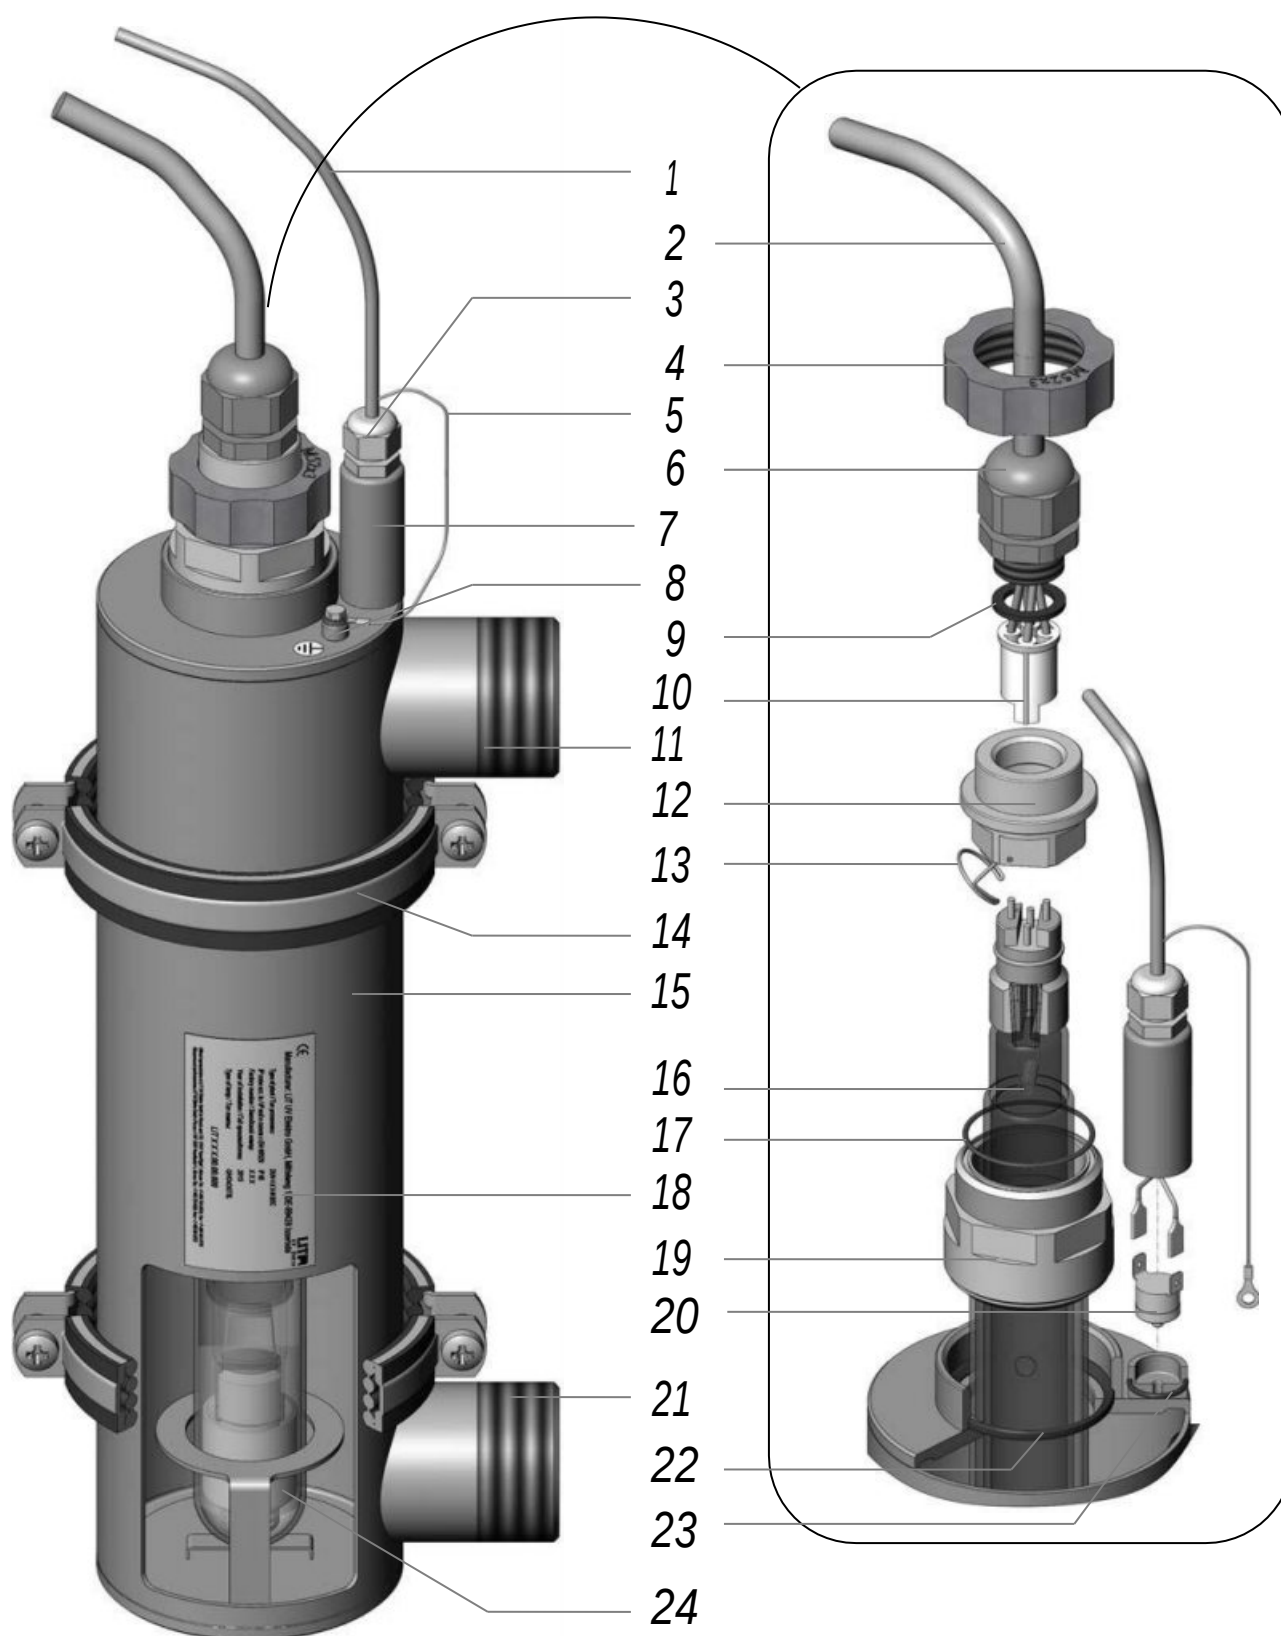

Рисунок 1. Составные части камеры обеззараживания1
| Рисунок 1. Составные части камеры обеззараживания .....                                                                                  | 9  |
- КАМЕРА ОБЕЗЗАРАЖИВАНИЯ (см. Рисунок 1) предназначена для УФ облучения обрабатываемой воды. В корпусе камеры установлен защитный кварцевый чехол с бактерицидной УФ лампой внутри.